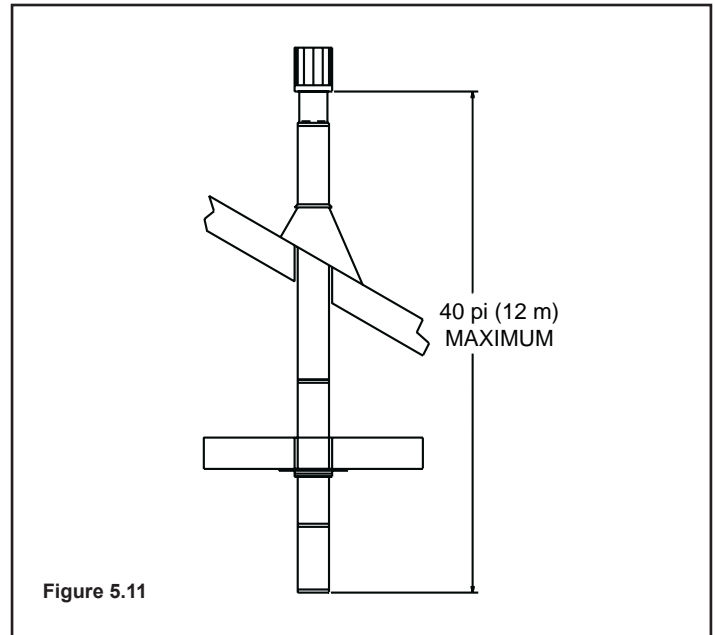

Figure 5.11
**REMARQUE :** L'élévation verticale maximale permise est de 40 pieds (12 m) Voir **Figure 5.11**.